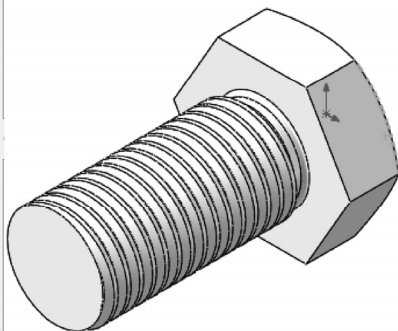

图 7-40 零件“螺栓 M20.sldprt”
**05** 保存文件。选择菜单栏中的“文件”→“保存”命令，将零件文件保存为“螺栓 M20.sldprt”，最后的效果如图 7-40 所示。